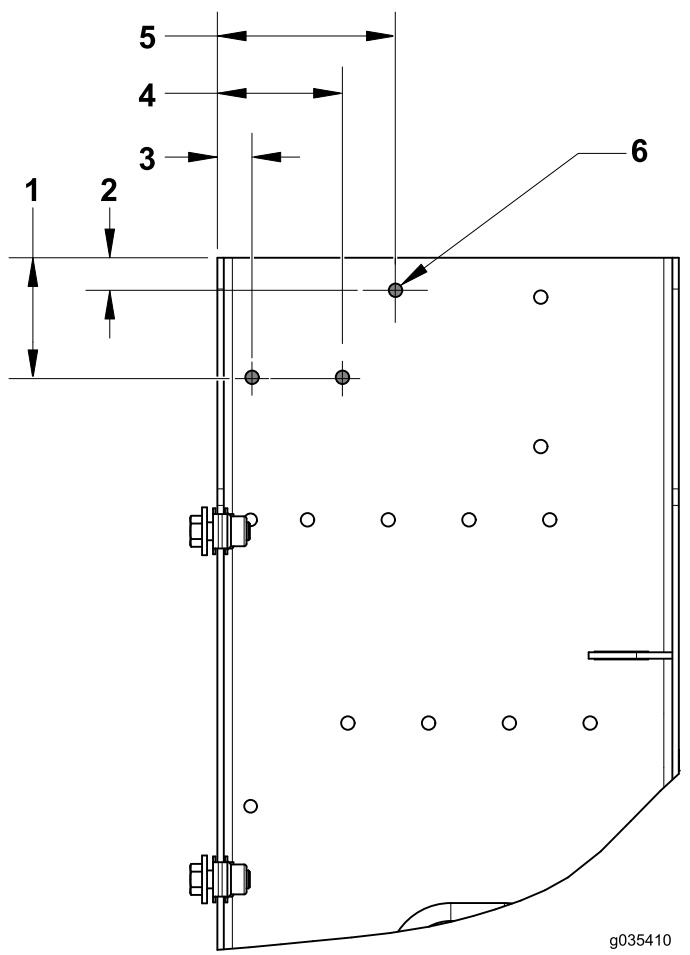

図 6
2. ヒューズブロックとリレー用に、以下に示す穴を開ける(図6)。